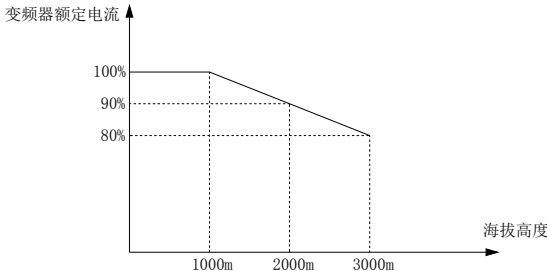

图 2-8 海拔高度降容
(3) **海拔高度降容：**如果海拔高度超过1000米，每升高100米则降容1%。变频器的可安装海拔高度最高为3000米。如图2-8所示。